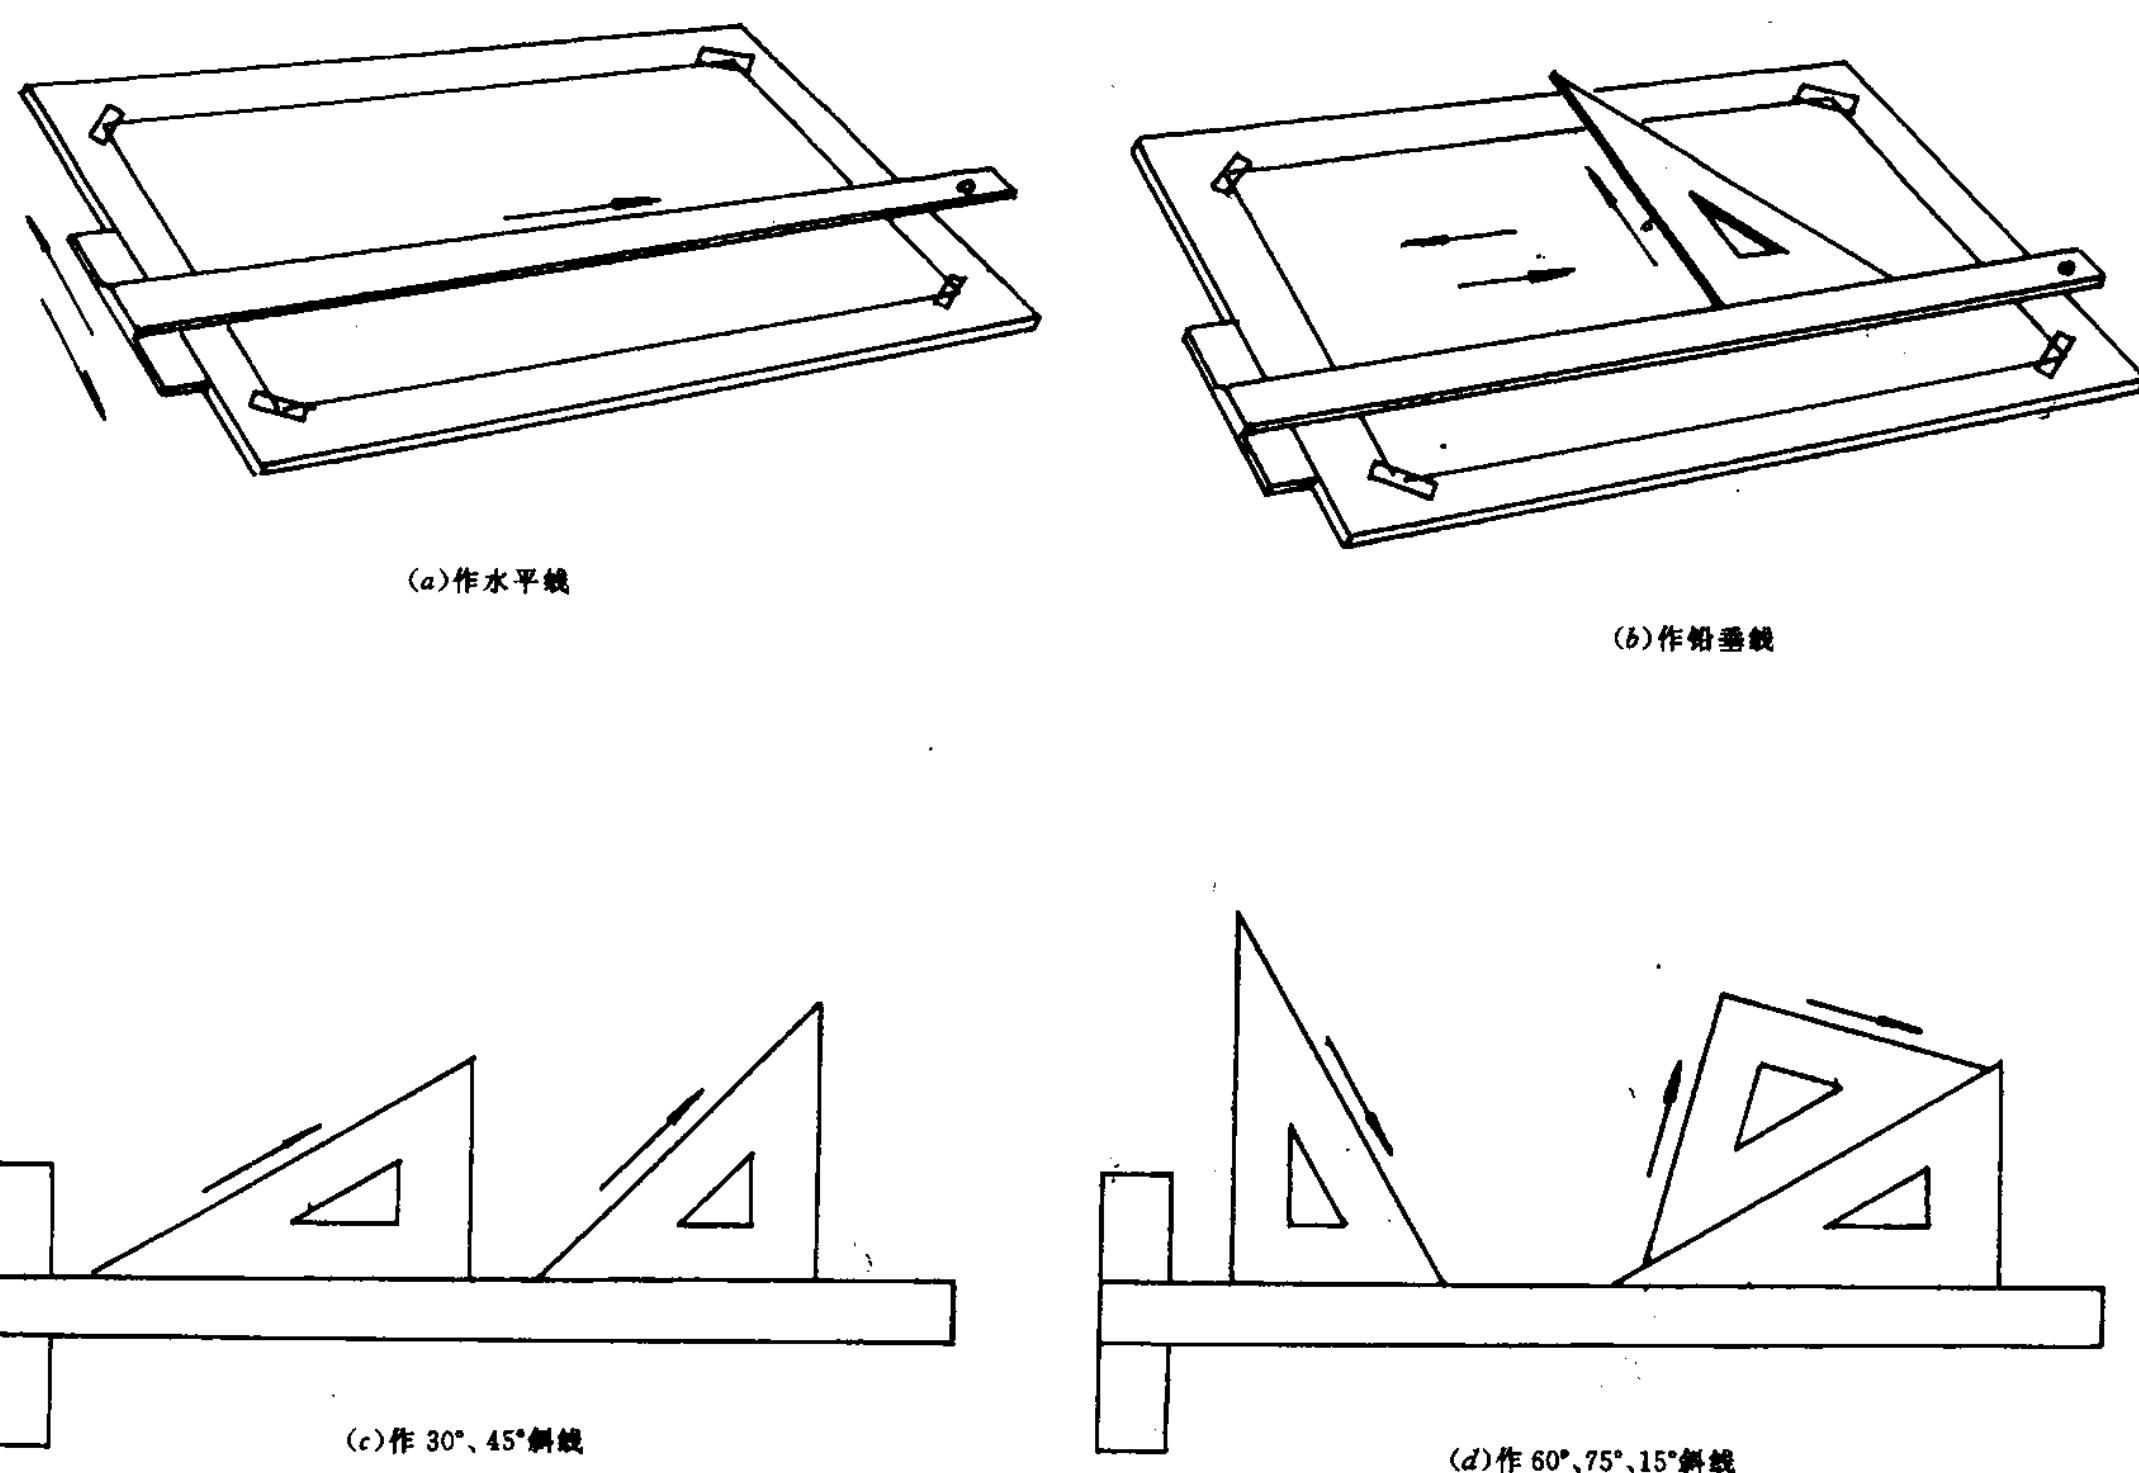
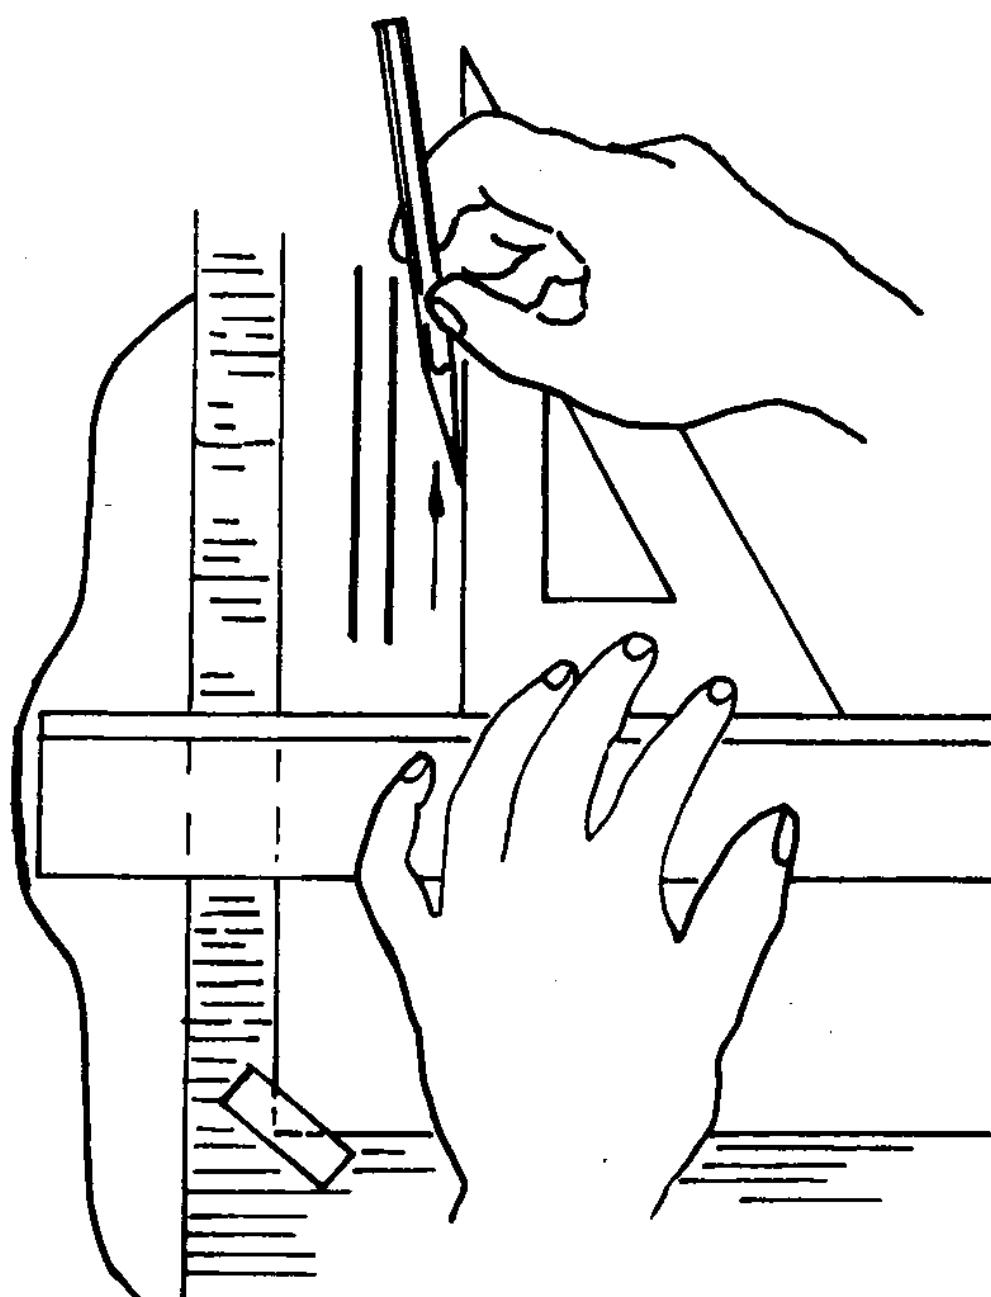

图 1-4 丁字尺、三角板的用法
图 1-5 用三角板画铅直线
(3) 三角板 一副三角板有  $30^\circ \times 60^\circ \times 90^\circ$  和  $45^\circ \times 45^\circ \times 90^\circ$  两块，绘图用的三角板规格要大一些，25公分以上的为好。三角板与丁字尺配合主要用于画铅直线，其它如与水平线成  $15^\circ$ 、 $30^\circ$ 、 $45^\circ$ 、 $60^\circ$ 、 $75^\circ$  的斜线也可方便的画出。（图 1-4）所有铅直线不论长短都要用丁字尺与三角板配合画出。画铅直线时将三角板的一直角边放在要画图线右方另一直角边贴紧丁字尺的工作边，然后用左手轻轻按住三角板和丁字尺，右手握笔由下而上画出铅直线。（图 1-5）